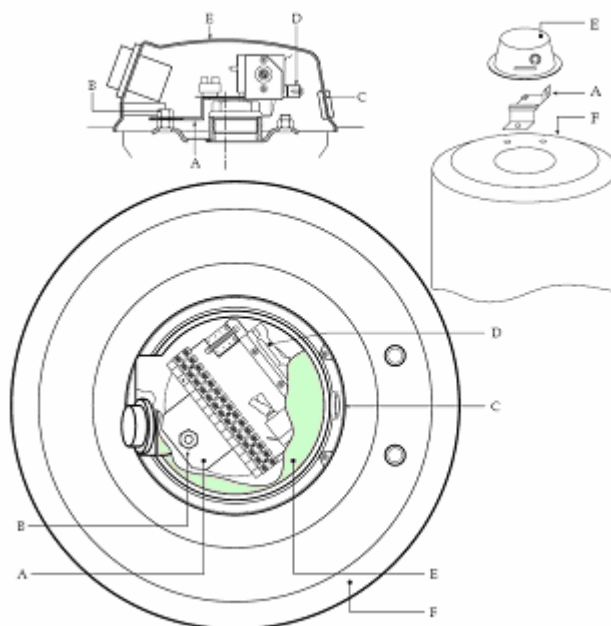

Рис. 1. Размещение комплекта блока приоритета под крышкой бойлера:
- 1) Выкрутите болты и поднимите крышку (E) (Рис. 1)
- 4) Установите уплотняющее кольцо (C) в отверстие (Рис. 1). Проденьте провод от комплекта в отверстие, потом присоедините его к клеммам платы бойлера.
- 5) Извлеките капиллярную трубку накопительного бойлера из уплотнительного кольца (C) и поместите гильзу термостата в соответствующий штуцер подающего трубопровода.
- 6) Зафиксируйте кабель в кабельном канале (D).